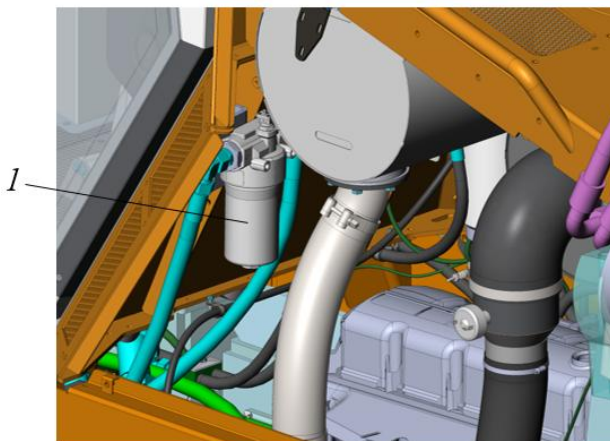

Рисунок 5.58. Фильтр напорный
- ▶ Ключом  на 32 отвернуть корпус фильтра 1, рис. 5.58. Вытекающее масло собрать в подходящую емкость, подтеки масла убрать ветошью.